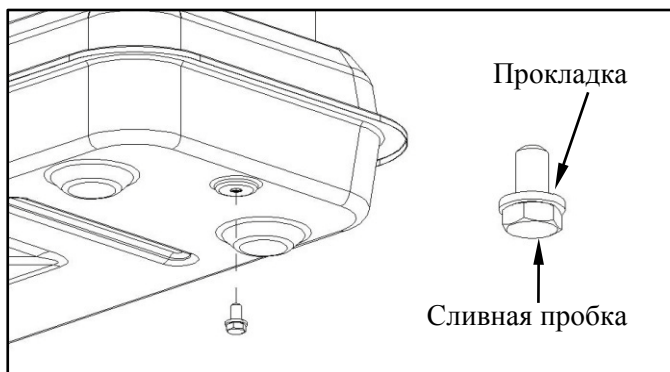

Рис. 9 Сливная пробка топливного бака
2. Для моделей F3000-DH, F5000-DH, F6000-DH: отвернуть сливную пробку в задней нижней части топливного бака головкой $\frac{3}{4}$ дюйма или ключом, слить топливо из топливного бака (Рис. 9) .